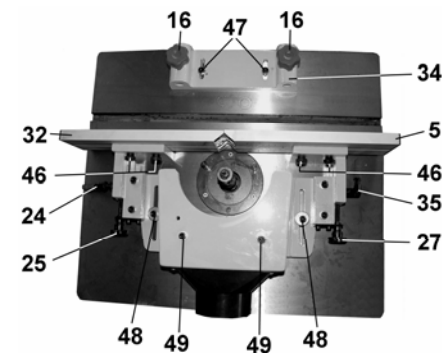

Рис.6
8.3.3. На корпусе узла направляющих планок (50) установите и закрепите двумя винтами (49) подиум (21). На подиуме (21) установите и четырьмя винтами закрепите стойку (28), Рис. 6, 7.
8.3.5. Прижимы (26) установите и винтами фиксации (16) закрепите в корпусе прижимов (34). Положение корпуса прижимов (34) закрепите винтами фиксации (47), Рис.6,7.
8.4.2. Выкрутите транспортировочные винты (48), на их место через шайбы установите винты фиксации (6 и 22) блока направляющей передней планки (50), Рис.6, 7.
9.1.2. Поверните ручки фиксации (24, 34) против часовой стрелки. Винтами (25, 27) установите переднюю и заднюю направляющие планки (5 и 32) в одной плоскости по касательной к окружности резания фрезы, Рис.6.
9.1.3. При сквозном (плоском и профильном) фрезеровании задняя направляющая планка (5) остаётся, как указано в п.9.1.2, а переднюю направляющую планку (32) установите параллельно задней направляющей планке (5), но со смещением к касательной окружности резания на величину состругиваемого слоя. Ручками фиксации (25 и 27) закрепите положение направляющих планок (5 и 32), Рис.6.